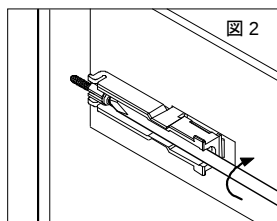

図 2
5. ネジ先端部がパネルにあたってから約 1 回転締め付けてください。(図2)